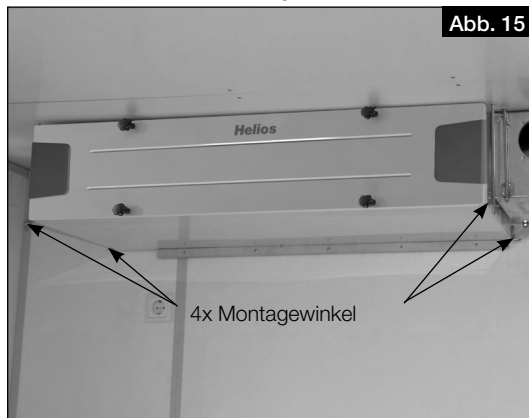
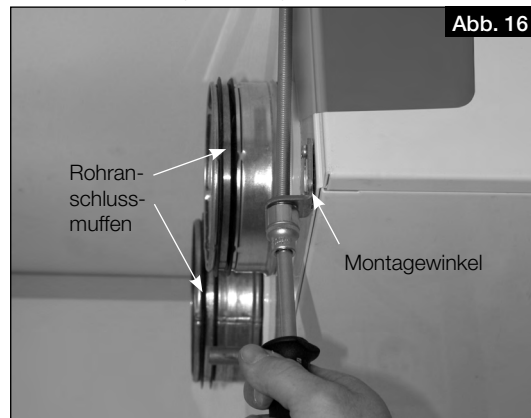

Abb. 15
Abb. 16
2. Montagewinkel mit Schwingungsdämpfern (4x; im Lieferumfang enthalten) mit Blechleitschrauben an den unteren Seitenwänden befestigen (s. Abb. 15 und Abb. 16).
3. Das Gerät bauseits mit langen M8-Gewindestäben an die Decke montieren (s. Abb. 16).